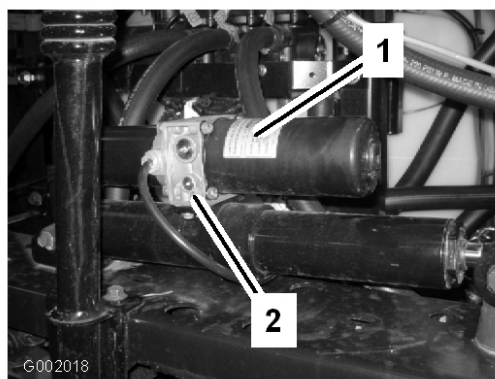

図 69
1. 各アクチュエータについている手動リリース・バルブを探し出す。アクチュエータのボディの片側だけについている小さいほうのバルブが手動リリース・バルブである (図 69)。